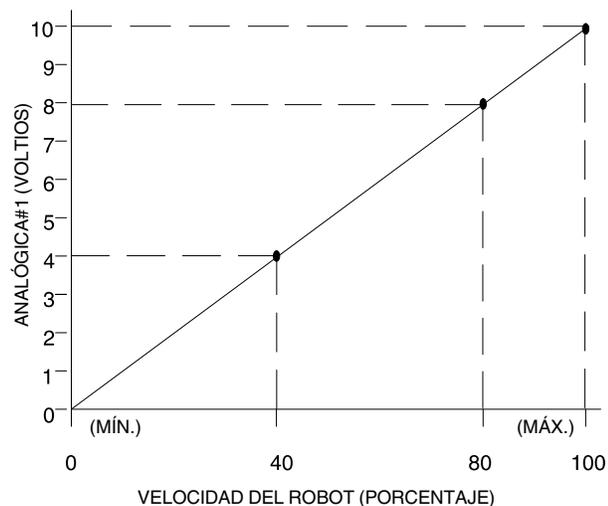

Figura 5 Relación entre la señal analógica y la velocidad del robot
Ver la figura 5. Configurar el controlador de robot para variar la señal analógica o de velocidad de herramienta desde 0-10 Vcc hasta una gama completa de velocidades de robot.
**NOTA:** La figura 5 muestra un ejemplo de la relación aproximada entre la velocidad del robot y la tensión analógica. Una velocidad de robot del 80% corresponde a una tensión de 8 Vcc. Una velocidad de robot del 40% corresponde a una tensión de 4 Vcc. Esta relación se indica solo a modo de guía.